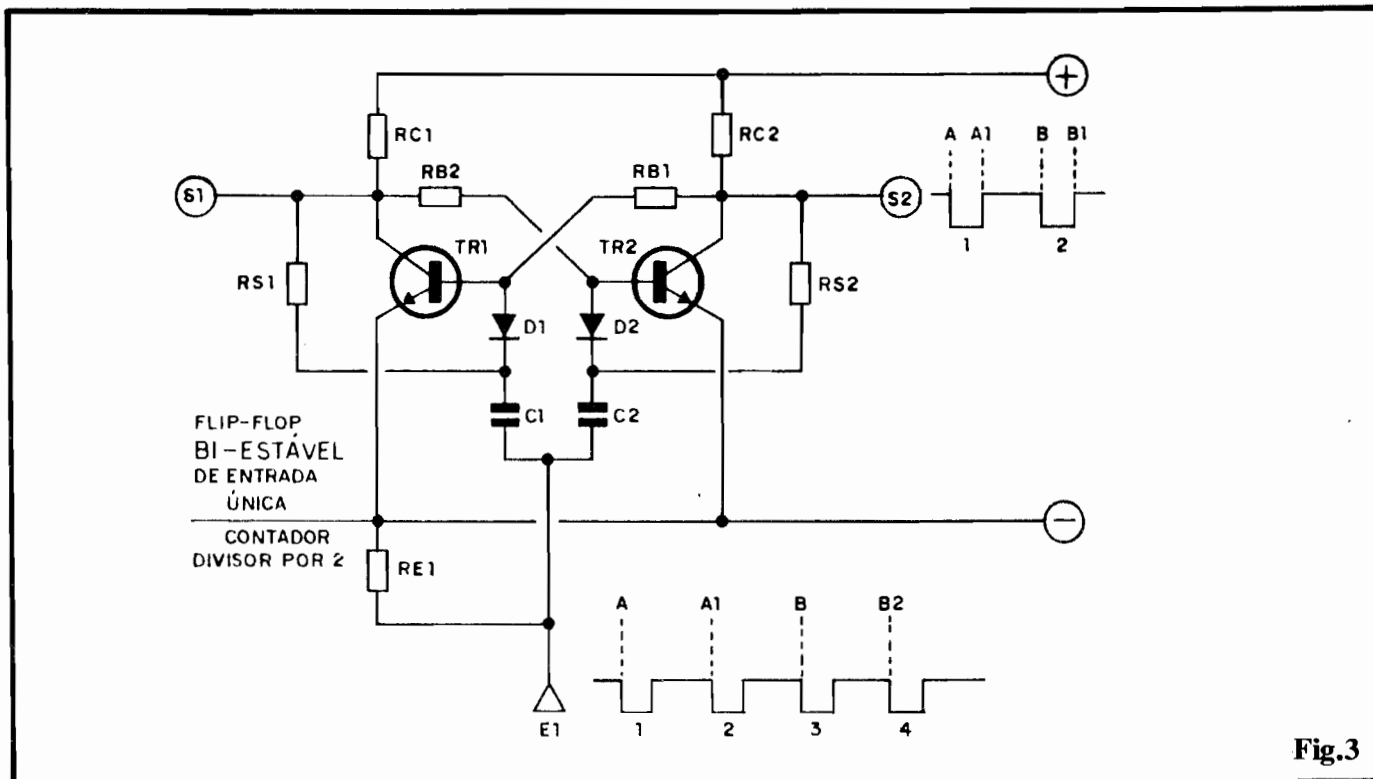

Fig.3
- FIG. 3 - FLIP-FLOP BI-ESTÁVEL DE ENTRADA ÚNICA - A célula básica de memória eletrônica, diagramada na figura anterior, tem seus usos práticos nos circuitos digitais, e com várias vantagens ou facilidades... Por exemplo, podemos (fig. 2) usar a Entrada E1 para "colocar" na memória o dígito que desejamos "guardar", e a Entrada E2 para "apagar" da memória o tal dígito (ou vice-versa...). Entretanto, visando a aplicação e a simplificação em algumas outras funções, os projetistas desenvolveram uma estrutura de BI-ESTÁVEL dotada de Entrada **única**, conforme vemos no diagrama da fig. 3... A presença dos diodos D1 e D2, capacitores C1 e C2 e mais alguns resistores extras, permite que, a partir de pulsos **negativos** (ou "baixos", ou "0") aplicados à Entrada única E1, se invertam os estados estáveis prévios, presentes nas Saídas S1 e S2... Supondo, por exemplo (consideremos, para o caso, apenas a Saída S2...) que a Saída se encontrava esta-